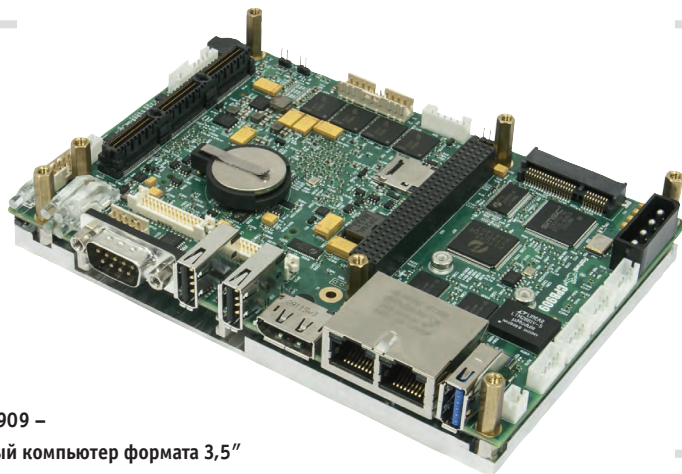

Рис. 5. SRB909 –
**Одноплатный компьютер формата 3,5" SRB909** (рис. 5) предназначен для встраиваемых применений, требующих высокой производительности и низкого энергопотребления.